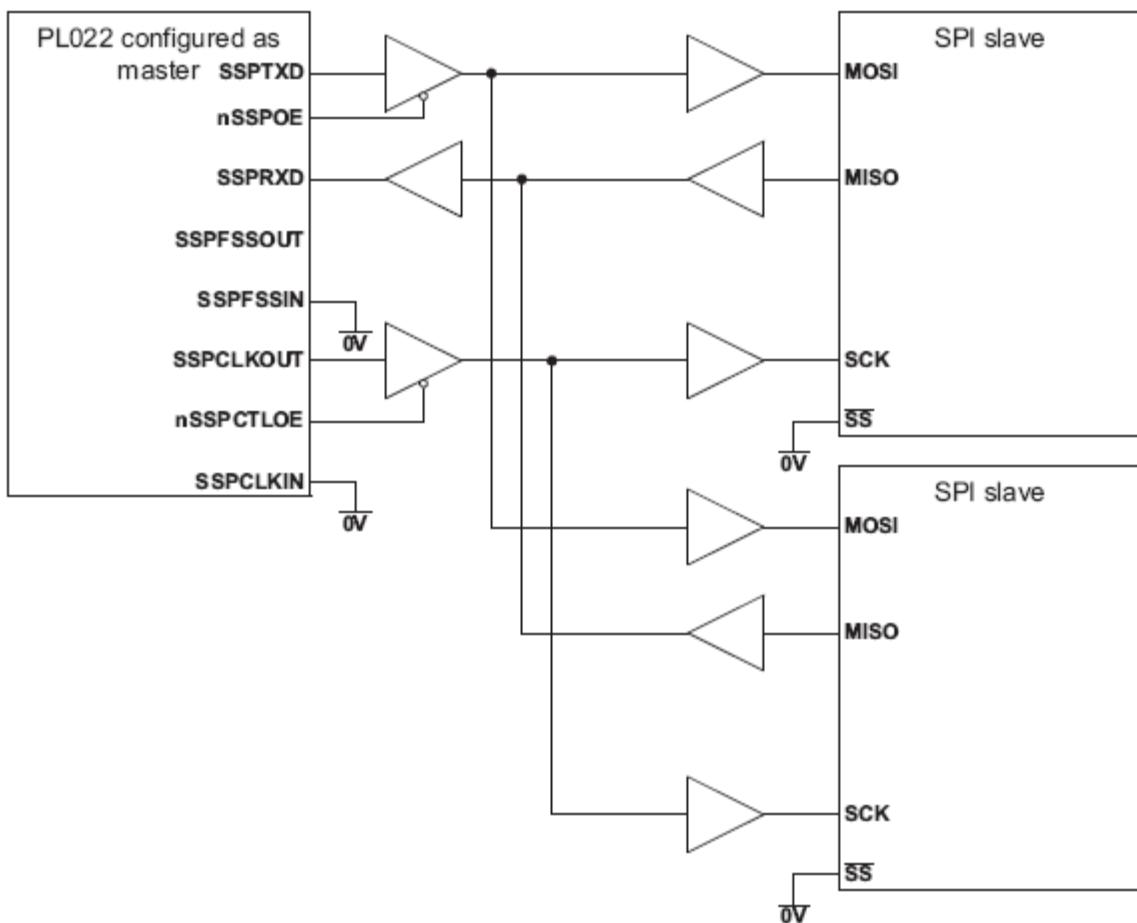

Рисунок 110 – Ведущее устройство SSP подключено к двум ведомым, поддерживающим SPI
Рисунок 110 показывает подключение модуля SSP, сконфигурированного как ведущее устройство, к двум ведомым устройствам, поддерживающим протокол SPI фирмы Motorola. Внешние устройства сконфигурированы как ведомые путем установки в низкий логический уровень сигнала выбора ведомого устройства Slave Select (SS). Как и в предыдущем примере, ведущее устройство способно передавать данные в адрес ведомых циркулярно по линии SSP_TXD. Ответная передача данных на входную линию SSP_RXD ведущего устройства одновременно осуществляется только одним из ведомых по соответствующей линии MISO.